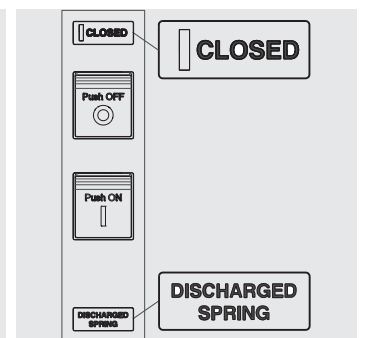

Figura 34
- Interruptor cerrado con resortes descargados (véase Figura 34).